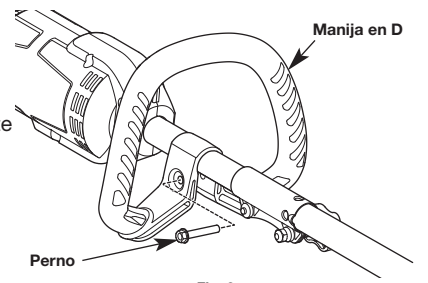

Fig. 2
1. Empuje la manija en D hacia abajo hacia el brazo (Fig. 2), de manera que el agujero del perno en la manija en D quede hacia la derecha.
3. Apriete el perno hasta que la manija en D esté segura. (Fig. 2)